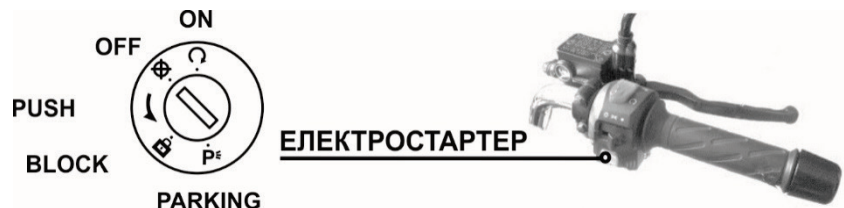

*Рис. 4.1. Замок запалювання*
3. При повністю закритій дросельній заслінці натиснути клавiшу запуску двигуна електростартером (див. рис. 4.1.) і утримувати її в натиснутому стані до запуску двигуна, але не більше 5 секунд. Якщо запуск двигуна не відбувся, почекати 10 секунд і знову натиснути клавiшу запуску. Якщо двигун на холостому ходу працює не стабільно, після запуску злегка відкрийте дросельну заслінку.
Після зупинки мотоцикла необхідно заглушити двигун і встановити мотоцикл на одну з відкидних підніжок – або бічну, або центральну. Не рекомендується залишати мотоцикл притуленим до стіни, стовбура дерева або до будь-якої іншої опори, тому що при цьому не виключається можливість його самовільного переміщення або падіння. Важіль перемикач передаточних механізмів повинен бути переведений у нейтральну позицію, кермо повернуте до упору вліво, запалювання повинно бути вимкнено, ключ запалювання переведений у крайнє ліве положення (див. рис. 4.1.). Ключ витягнути.
Розташований поруч з панеллю приладів замок запалювання має чотири позиції (див. рис. 4.1.):